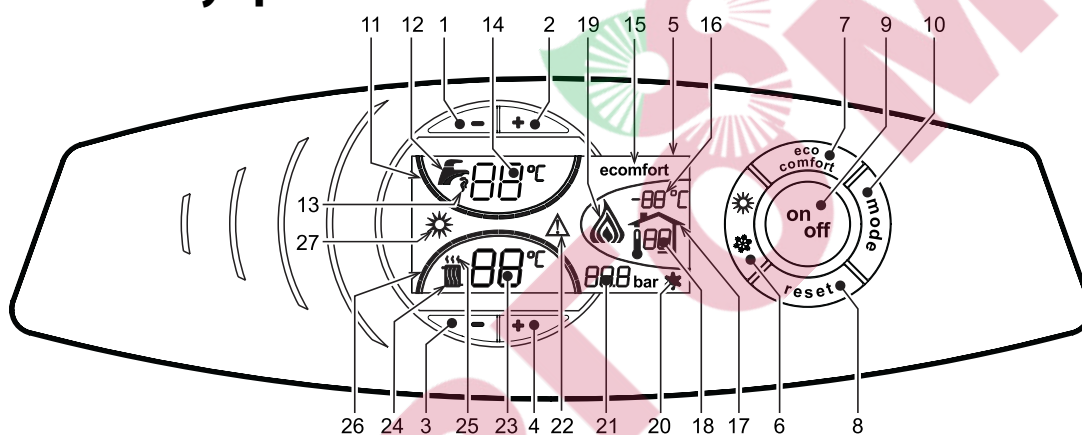
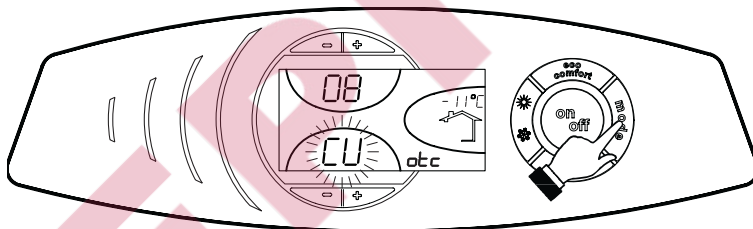
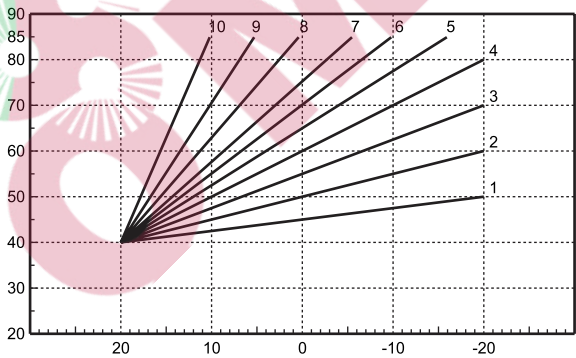

рис. 1 - Панель управления
рис. 11 - Кривая компенсации
рис. 14 - Пример параллельного смещения компенсационных характеристик
О поступлении команды на включение отопления (от комнатного термостата или от пульта ДУ) предупреждает мигание индикатора теплого воздуха, над радиатором (поз. 25 - рис. 1).
Индексные метки с подсветкой системы отопления (поз. 26 - рис. 1) загораются по мере приближения измеряемой датчиком температуры к заданному значению.
О поступлении команды включения котла на нагрев бойлера, генерируемой при остывании воды в бойлере, предупреждает мигание соответствующего индикатора (поз. 13 - рис. 1). Убедитесь, что функция Comfort включена (поз.15 - рис. 1)
Индексные метки с подсветкой системы ГВС (поз. 11 - рис. 1) загораются по мере приближения измеряемой датчиком температуры к заданному значению.
При включенной системе нагрева воды в бойлере (заводская установка) на дисплее отображается символ режима COMFORT (поз. 15 - рис. 1); наоборот, если система нагрева выключена, на дисплее высвечивается символ режима ECO (поз. 15 - рис. 1)
Бойлер может быть выключен пользователем (режим ECO) путем нажатия кнопки  (поз. 7 - рис. 1).
Для включения режима COMFORT снова нажмите клавишу  (поз. 7 - рис. 1).
Нажмите клавишу  (поз. 9 - рис. 1) в течение 1 секунды.
Для повторного включения котла вновь нажмите клавишу  (поз. 9 рис. 1) в течение 1 секунды.
- Нажмите кнопку ВКЛ/ВЫКЛ (поз.9 - рис. 1)
Нажмите клавишу  (поз. 6 - рис. 1) в течение 1 секунды.
На дисплее высвечивается символ «Лето» (поз. 27 - рис. 1). При этом котел будет работать только на контур ГВС. Система защиты от замерзания остается активной.
Для переключения в режим «Зима» вновь нажмите клавишу  (дет. 6 - рис. 1) в течение 1 секунды.
Температура в системе отопления регулируется в пределах от 30 °C до 90 °C с помощью клавиш  (поз. 3 и 4 рис. 1); однако, не рекомендуется эксплуатировать котел при температуре ниже 45 °C.
Температура воды в бойлере ГВС регулируется в пределах от 10°C до 65°C с помощью клавиш  (поз. 1 и 2 - рис. 1).
При наличии датчика уличной температуры (опция) на дисплее панели управления (поз. 5 - рис. 1) отображается измеряемая этим датчиком температура. При этом система управления котлом работает в погодозависимом режиме. В этом режиме температура воды, подаваемой в систему отопления, регулируется в зависимости от уличной температуры с тем, чтобы обеспечить максимальный комфорт и экономию энергетических ресурсов в течение всего отопительного сезона. Так, при повышении уличной температуры понижается температура подачи воды в систему отопления, что производится по установленной «кривой компенсации».
С переключением в погодозависимый режим показатель температуры, устанавливаемый клавишами  (поз. 3 и 4 - рис. 1) соответствует максимальной температуре подачи воды в систему отопления. Рекомендуется устанавливать максимальное значение заданной температуры с тем, чтобы позволить системе регулировать изменение температуры во всем диапазоне значений.
При однократном нажатии кнопки  (поз. 10 - рис. 1) на дисплей выводится текущая компенсационная характеристика (рис. 11), которую можно изменить с помощью кнопок задания температуры воды ГВС  (поз. 1 и 2 - рис. 1). Измените конфигурацию кривой в пределах от 1 до 10 в зависимости от характеристики (рис. 13). При задании значения 0 функция регулировки в режиме плавающей температуры исключается.
При одновременном нажатии кнопок регулировки температуры отопления  (поз. 3 и 4 - рис. 1) открывается доступ к параллельному смещению характеристик (рис. 14), с помощью кнопок регулировки температуры в контуре ГВС  (поз. 1 и 2 - рис. 1).
Для выхода из режима параллельного смещения кривых еще раз нажать клавишу  (поз. 10 - рис. 1).